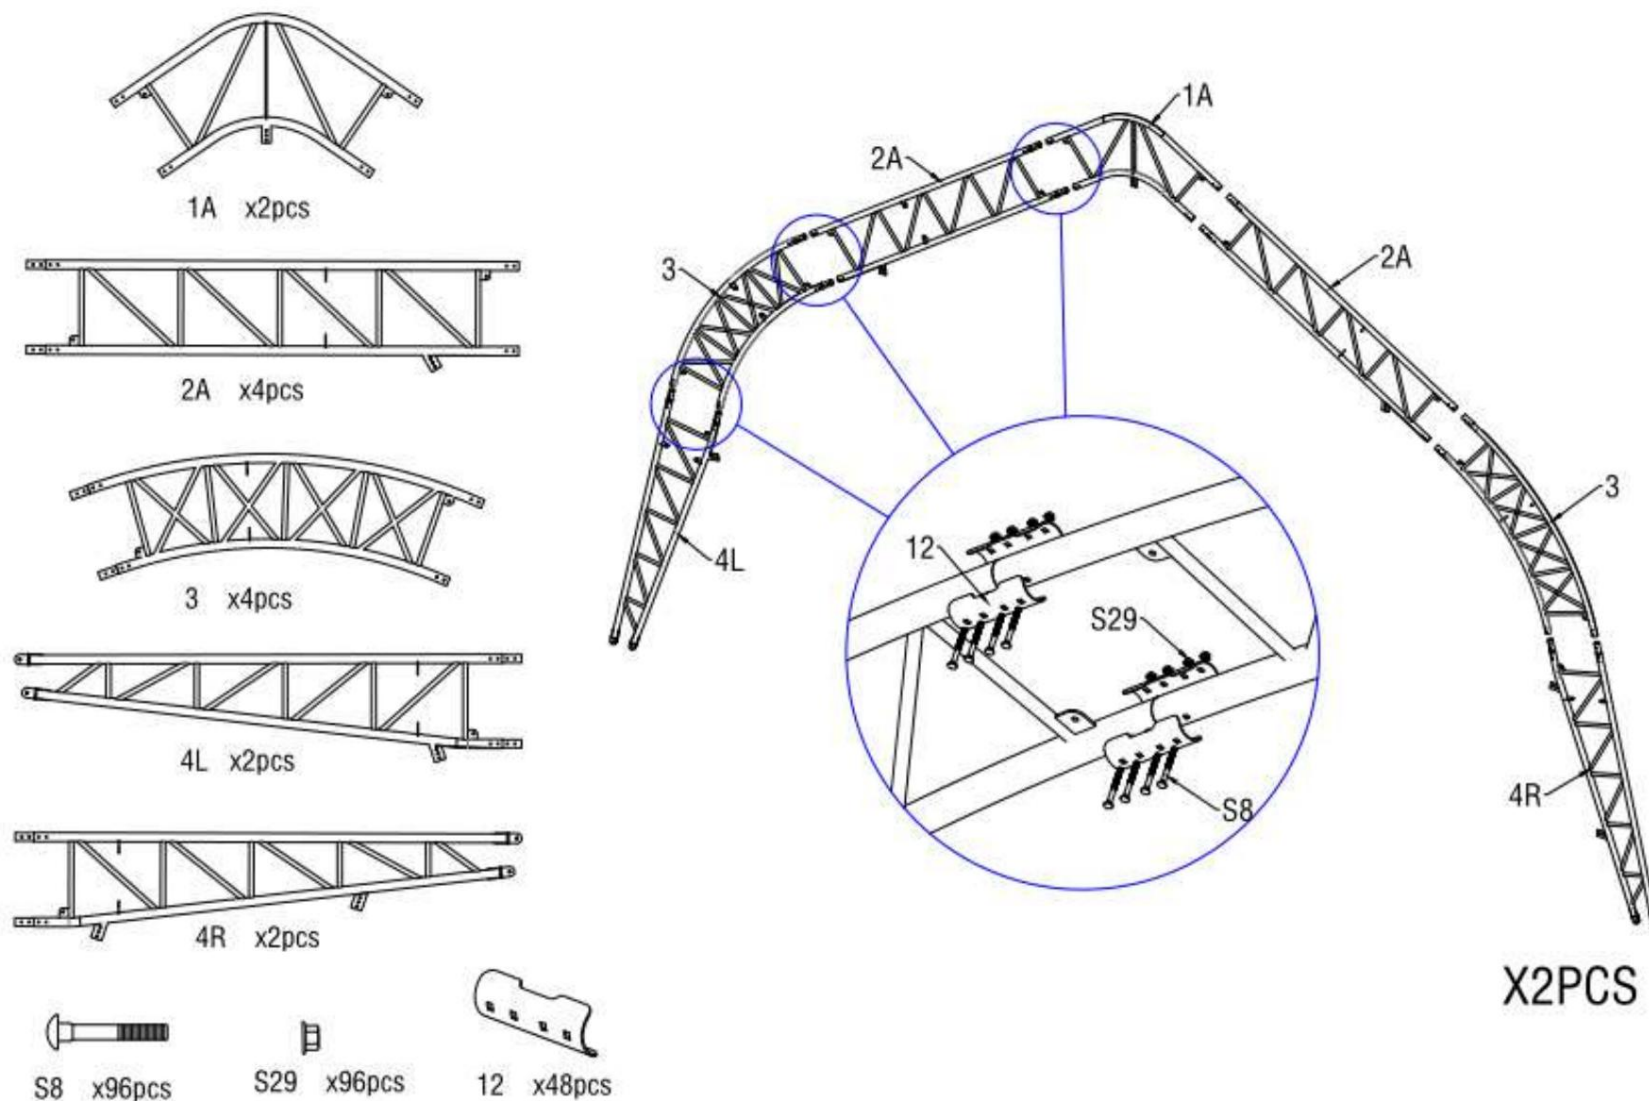

Figure 3
1. Comme indiqué sur la figure 3, repérez un tube supérieur de toit au niveau des portes avant et arrière (n° 1A), deux tubes de courbure supérieurs de toit au niveau des portes avant et arrière (n° 2A), deux tubes de courbure centraux de toit (n° 3) et deux tubes de courbure inférieurs au niveau des portes avant et arrière (4L, 4R). Assemblez ensuite le premier et le dernier groupe d'arches à l'aide de vis M8x70 (n° S8). NE PAS installer la vis sur la partie supérieure de la ferme, là où reposera la toile.